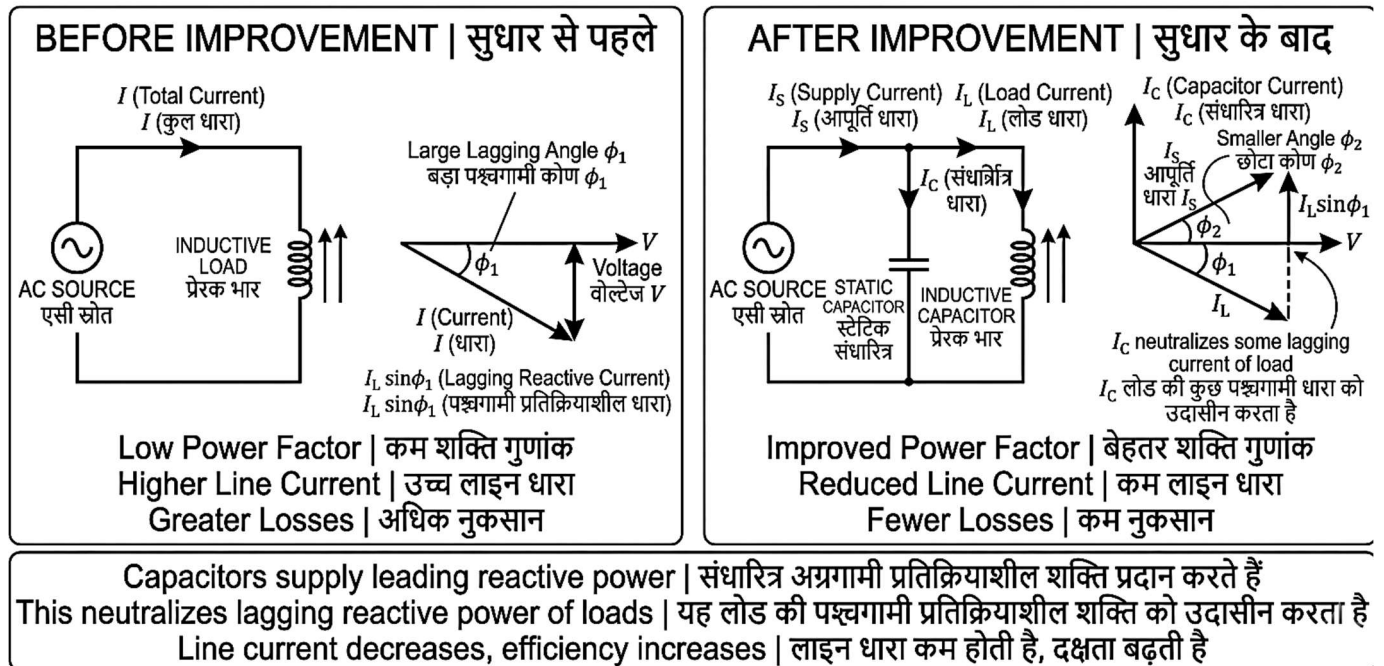

Fig. 5.6: Power Factor Improvement | पावर फैक्टर सुधार
5.6.1 Introduction (Fig. 5.6)
5.6.1 परिचय (Fig. 5.6)